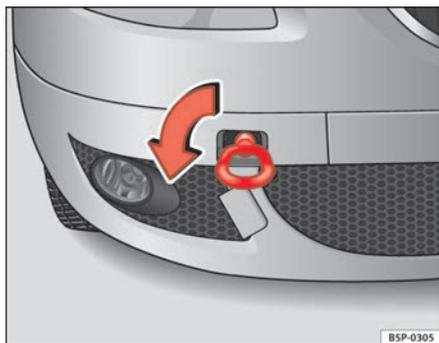
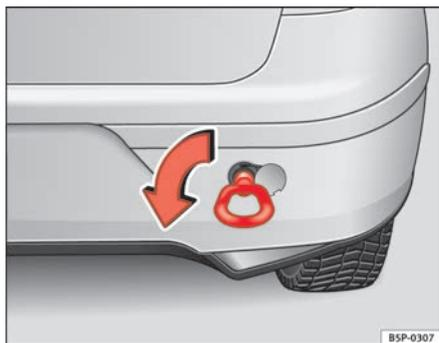

Fig. 203 Enroscar a argola de reboque na parte dianteira direita do veículo
Fig. 204 Enroscar a argola de reboque de trás
- Enroscar a argola de rebocagem no sentido da seta *para a esquerda*, até ao batente, à frente ⇒ **fig. 203** ou atrás ⇒ **fig. 204** no respectivo furo roscado. ■